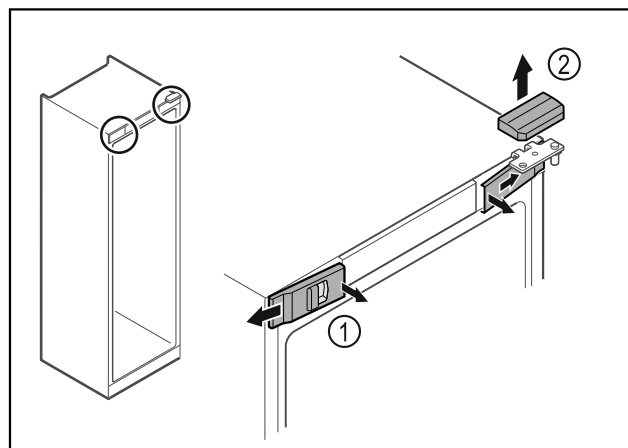

Fig. 9
- ▶ Klik de forreste indvendige afdækninger Fig. 9 (1) ud, og tag dem af i siden.
- ▶ Tag den øverste afdækning Fig. 9 (2) af opefter.